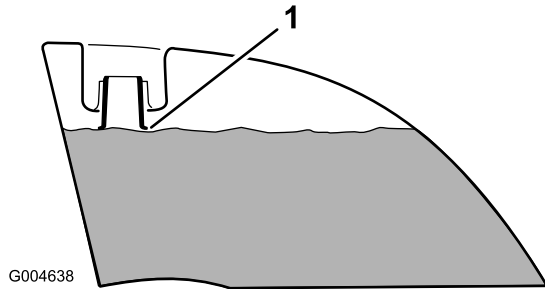

Figure 8
4. Remplissez les deux réservoirs de carburant jusqu'à ce que le niveau atteigne de la base du goulot de remplissage (Figure 8). **Ne remplissez pas excessivement les réservoirs de carburant.**